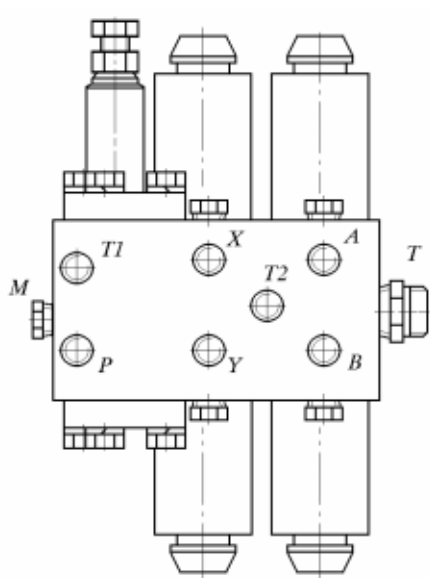

Рисунок 14.10 — Настройка блока управления:
- подайте давление 4 — 20 МПа в канал Р (рисунок 14.10), отведите слив из полости T1 в бак и присоединив манометр с пределом измерения 10 МПа к полости М при выключенных электромагнитах, отрегулируйте болтом 1 (смотри рисунок 10.10) давление редукции (3 ± 2) МПа;